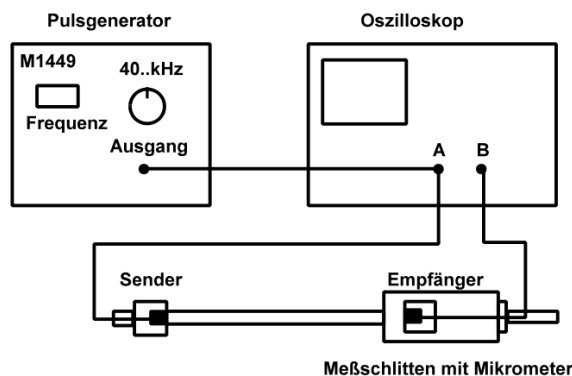

Abb. 3: Versuchsanordnung zu Aufgabe 3.
2. Bauen Sie die Versuchsanordnung entsprechend Abb. 3 auf. Für die Messung zu diesem Aufgabenteil wird der Puls-generator auf die Betriebsart "40...kHz" eingestellt (Wahlschalter über der kleinen Buchse AUSGANG). Das Ausgangssignal wird mit Kanal 1 des Digital-Oszilloskops gemessen, vor dem Eingang 1 verzweigt und zum Ultraschallsender weitergeführt. Wenn Sender und Empfänger einen Abstand von 20 cm bis 30 cm haben, genügt eine Signalamplitude von etwa 2 Volt (einstellbar mit dem Drehschalter AMPLITUDE). Das Signal des Empfängers wird mit Kanal 2 des Oszilloskops gemessen.